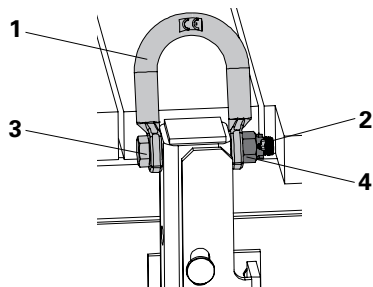

Fig. 16
1. Estrarre la copiglia (2).
2. Svitare il dado a corona (4) in senso antiorario e rimuoverlo dalla vite (3). (Fig. 16)